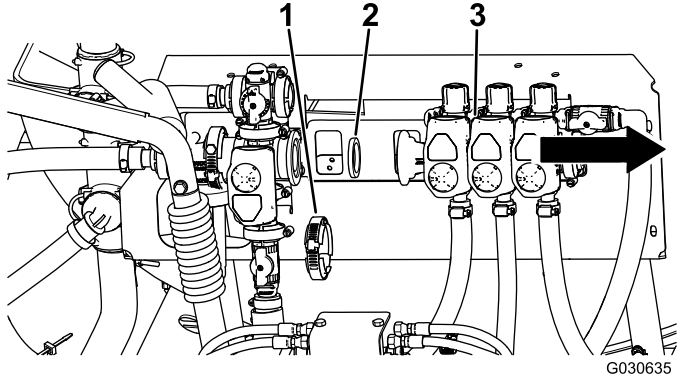

Figura 5
4. Separe el conjunto de válvulas de los brazos cuidadosamente de la válvula KZ (Figura 5).
5. Retire la junta existente del cuerpo de la válvula (Figura 5).